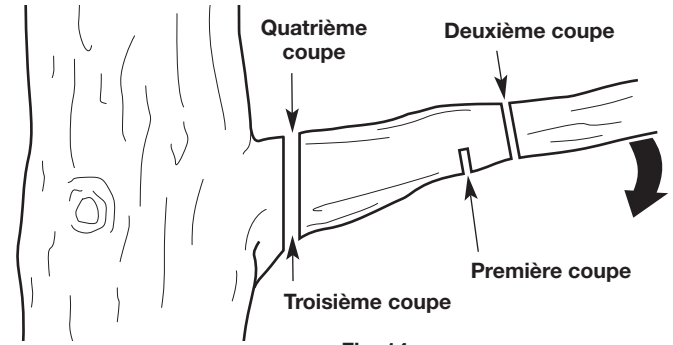

Fig. 14
1. Faites la première coupe à environ 15 cm (6 po) du tronc de l'arbre. Coupez vers le haut, à partir de la face inférieure de la branche. Utilisez le haut de la barre de guidage pour faire de cette coupe. Coupez jusqu'au tiers du diamètre de la branche (Fig. 14).
2. Faites la deuxième coupe de 5 à 10 cm (2 à 4 po) plus loin sur la branche. Coupez vers le bas, à partir de la face supérieure de la branche. Utilisez le bas de la barre de guidage pour faire de cette coupe. Coupez complètement la branche (Fig. 14).
3. Faites la troisième coupe aussi près du tronc d'arbre que possible. Coupez vers le haut, à partir de la face inférieure de la souche. Utilisez le haut de la barre de guidage pour faire de cette coupe. Coupez jusqu'au tiers du diamètre de la branche (Fig. 14).
4. Faites la quatrième coupe directement au-dessus de la troisième coupe. Coupez vers le bas, à partir de la face supérieure de la souche. Utilisez le bas de la barre de guidage pour faire de cette coupe. Coupez complètement la branche afin d'aller rejoindre la troisième coupe (Fig. 14). Cela supprimera la souche.